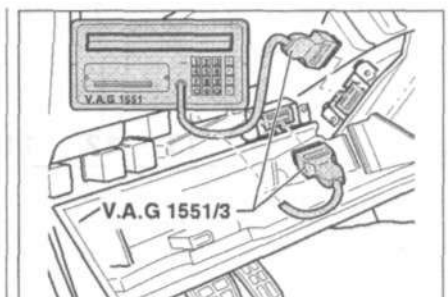

Рис. 6.70. Откройте крышку вещевого ящика со стороны водителя и присоедините считывателя кодов неисправностей V.A.G 1551 с помощью провода V.A.G 1551/3.
1. Откройте крышку вещевого ящика со стороны водителя и присоедините считывателя кодов неисправностей V.A.G 1551 с помощью провода V.A.G 1551/3 (рис. 6.70).